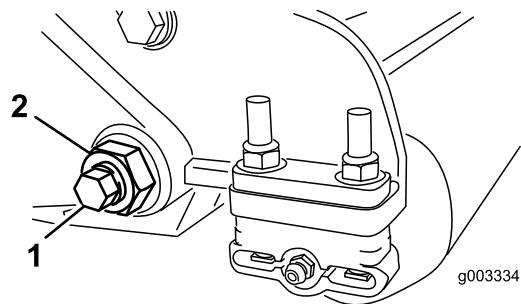
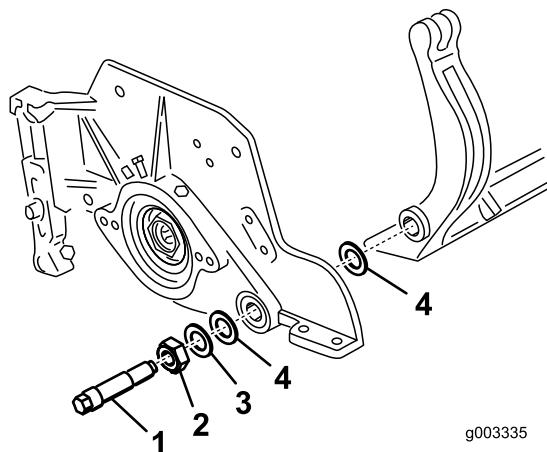

Figura 34
Figura 35
- Su ciascun lato della macchina, allentate il dado di bloccaggio che fissa il bullone della barra di appoggio (Figura 34).
- Togliete ciascun bullone della barra di appoggio consentendo alla barra di appoggio di essere tirata verso il basso e rimossa dal bullone della macchina (Figura 34). Considerate 2 rondelle in nylon e 1 rondella in acciaio stampato su ciascun lato della barra di appoggio (Figura 35).
- Fissate la barra di appoggio su ciascuna piastra laterale mediante gli appositi bulloni (dadi sui bulloni) e 6 rondelle. Una rondella in nylon deve essere posizionata su ciascun lato della flangia di estremità della piastra laterale. Posizionate una rondella in acciaio all'esterno di ciascuna rondella in nylon (Figura 35). Serrate i bulloni a 37-45 Nm. Serrate i dadi di bloccaggio finché la rondella in acciaio esterna non cesserà di ruotare e il gioco di estremità verrà eliminato, ma non serrate eccessivamente o
9. Fissate la barra di appoggio su ciascuna piastra laterale mediante gli appositi bulloni (dadi sui bulloni) e 6 rondelle. Una rondella in nylon deve essere posizionata su ciascun lato della flangia di estremità della piastra laterale. Posizionate una rondella in acciaio all'esterno di ciascuna rondella in nylon (Figura 37). Serrate i bulloni della barra di appoggio a 37-45 Nm. Serrate i dadi di bloccaggio finché la rondella in acciaio esterna non cesserà di ruotare e il gioco di estremità verrà eliminato, ma non serrate eccessivamente o non deviate le piastre laterali. Le rondelle all'interno possono avere un gioco (Figura 35).